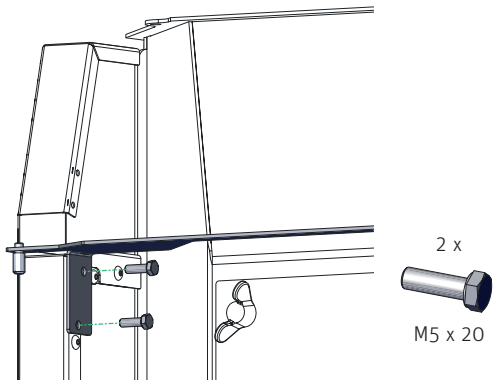
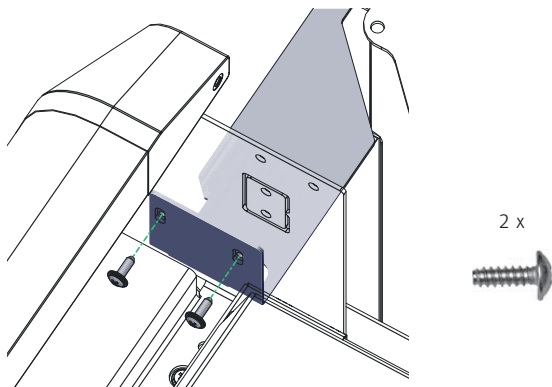

Fig. 87 Fissare il cuscinetto della porta con staffa sinistra con 2 viti a testa esagonale
Fig. 88 Fissare il cuscinetto della porta con staffa destra con 2 viti autofilettanti
- Fissare il cuscinetto della porta con staffa sinistra con 2 viti a testa esagonale M5x20 (Fig. 87) alla parete laterale sinistra e destra all'interno del pannello di comando con 2 viti autofilettanti (Fig. 88).